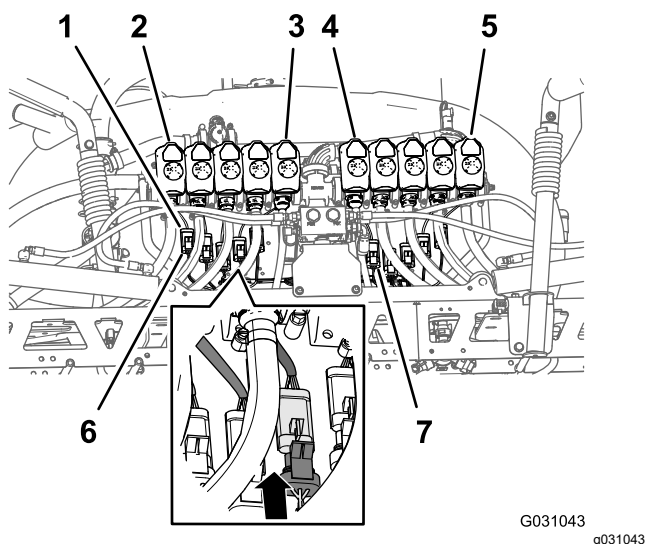

Figura 106
- Enrute los conectores hembra de 3 vías de la rama de 203 cm (80") del arnés de cables, marcados **Nozzle Valve 1** a **Nozzle Valve 5** por detrás del soporte de 10 válvulas y por debajo de las válvulas 1 a 5 (Figura 106).
- Enrute los conectores hembra de 3 vías de la rama de 203 cm (80") del arnés de cables, marcados **Nozzle Valve 6** a **Nozzle Valve 10** por detrás del soporte de 10 válvulas y por debajo de las válvulas 6 a 10 (Figura 106).
- Conecte el conector hembra de 3 vías del arnés de cables trasero, marcado **Nozzle 1** (boquilla 1), al conector de 3 pines del arnés de cables de la válvula de boquilla 1 (Figura 106).
- Repita el paso 3 en las posiciones de válvula de boquilla 2 a 10 (Figura 106).